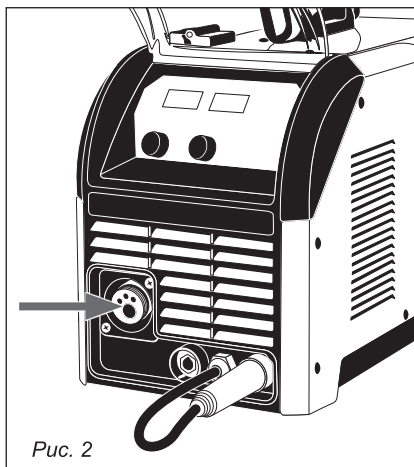

Рис. 2
- Сварочный рукав со сварочной горелкой подсоединяется к соответствующему разъему (рис. 2).